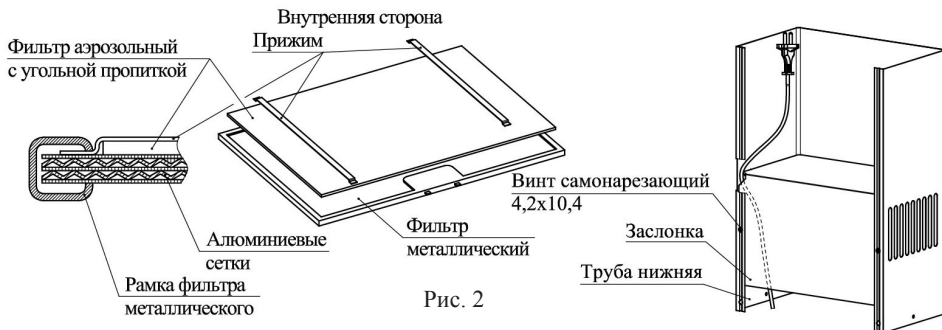

Рис. 2
- 6.7 **ДЛЯ РАБОТЫ В РЕЦИРКУЛЯЦИОННОМ РЕЖИМЕ** установите заслонку в трубу нижнюю так, чтобы сетевой шнур проходил через подогнутый уголок заслонки (рис. 2). Заслонку зафиксируйте винтами самонарезающими 4,2х10,4 (2 шт.). **ДЛЯ РАБОТЫ В ВЫТЯЖНОМ РЕЖИМЕ** соедините фланец вентилятора с вентиляционным каналом трубой диаметром 150 мм (приобретается отдельно). Установка труб меньшего диаметра не допускается, так как это снижает воздухопроизводительность и усиливает шум. По тем же причинам необходимо использовать трубы минимальной длины и с меньшим количеством изгибов. Подключение к вентиляционному каналу должно быть произведено так, чтобы была обеспечена естественная вентиляция помещения.